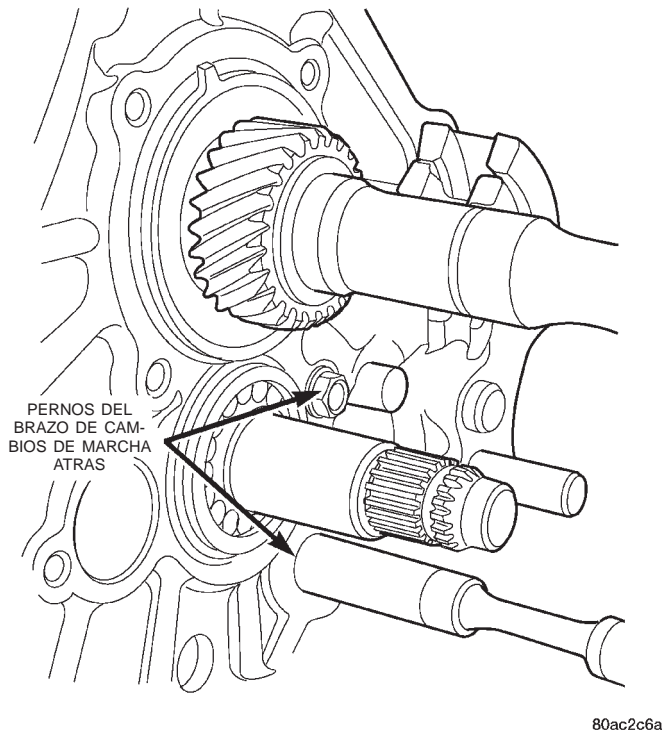

Fig. 60 Desmontaje de los pernos del soporte del brazo de cambios de marcha atrás
(13) Retire los pernos que fijan el soporte del brazo de cambios de marcha atrás a la placa intermedia (Fig. 60).